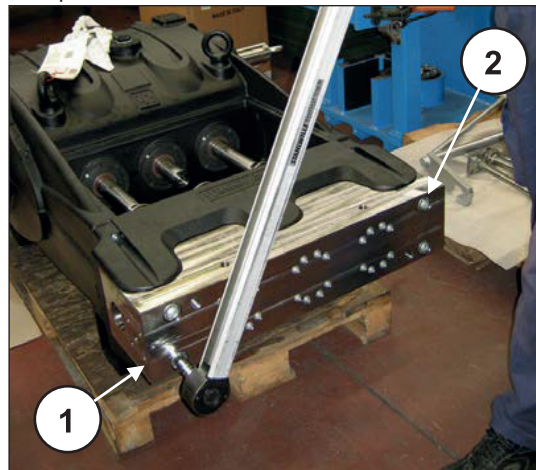
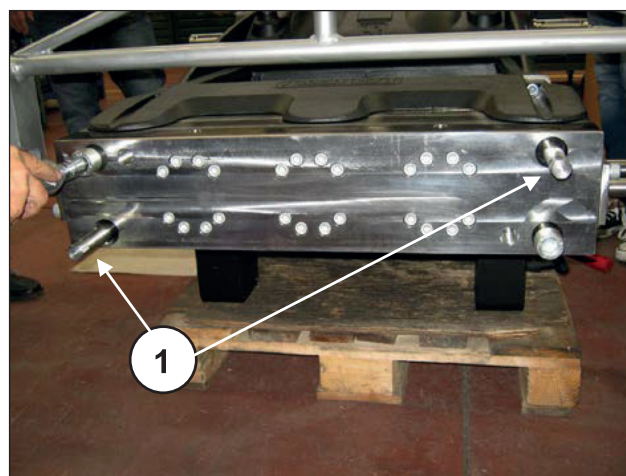

Fig. 167
Fig. 168
Dévisser deux vis de fixation de la culasse M24 diamétralement opposées (rep. ① et ②, Fig. 167) et les remplacer par deux goujons de service (réf.27807000) (rep. ①, Fig. 168), puis enlever les autres 2 vis.